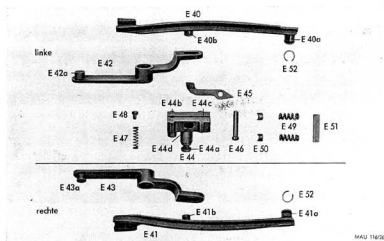

Abb. 26: MG 81; Schalt- und Auswerfereinrichtung, linke (oben) bzw. rechte (unten); Einzelteile
- Schalt- und Auswerfereinrichtung, linke bzw. rechte (Abb. 26)
Schalt- und Auswerfereinrichtung, linke bzw. rechte (Abb. 26)